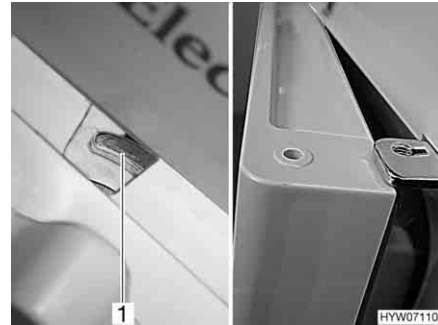

Fig. 214 Porta del frigorifero/del vano congelatore in posizione di ricircolo d'aria (serie Dometic 7 con vano congelatore separato)
- Spostare il dispositivo di bloccaggio completamente verso destra. La porta del frigorifero/porta del vano congelatore è bloccata con l'ausilio dell'arresto della porta (Fig. 214,1). In questo modo la porta del frigorifero/porta del vano congelatore rimane ferma in posizione socchiusa (Fig. 214).